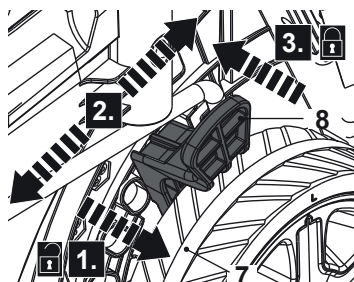

Fig. 18
- > Abaissez la manette (8) vers la roue (7).
- >> Relâchez la manette (8) et vérifiez qu'elle est engagée correctement dans la fente (Fig. 18).